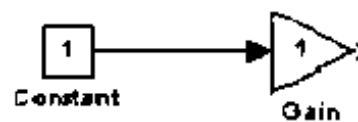

图 3.21 模块的连接
(4) 放开鼠标键。此时,模块的端口标志消失,模块被一条线和一个代表信号流动的方向箭头连接在一起。连接线的生成可以从输出到输入,也可以从输入到输出。如图 3.21 所示的箭头是从输入端口开始画的,结果一样,信号也是相同的。